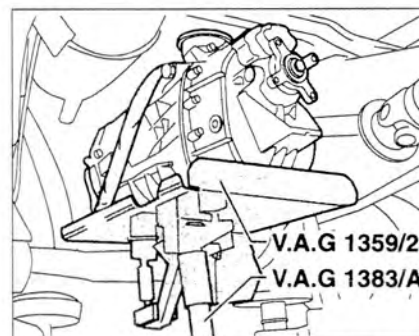

Рис. 5.22. Приподнимите коробку передач с помощью домкрата.
- 15. Приподнимите коробку передач с помощью домкрата (рис. 5.22). Отсоедините осторожно коробку передач от двигателя. Проверьте расположение упорного подшипника первичного вала и, если необходимо, установите его на место.